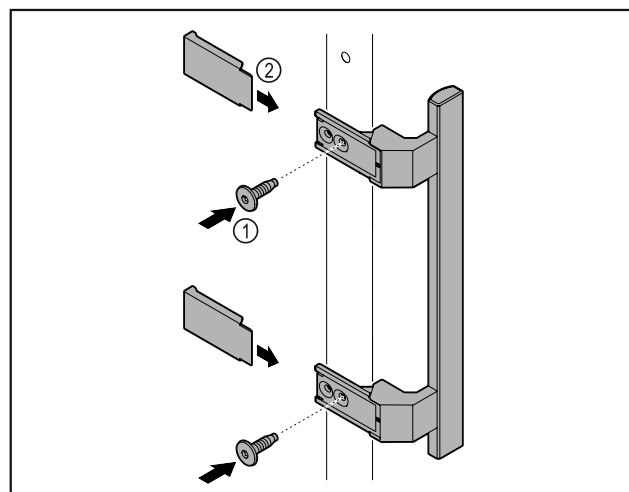

Fig. 58
- Montare sulla porta la maniglia contenuta nella confezione con le viti annesse Fig. 58 (1).
- Applicare la copertura Fig. 58 (2).